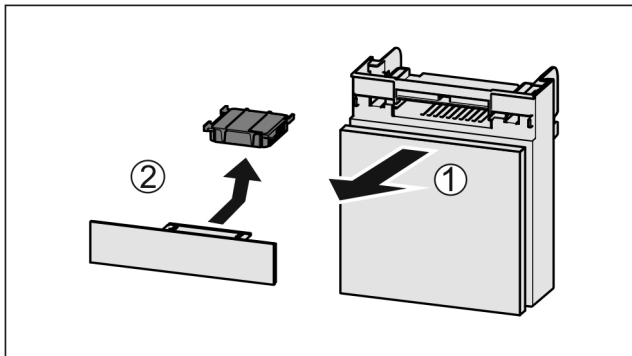

Fig. 123
- ▶ Vytiahnite zásuvku smerom dopredu Fig. 123 (1).
- ▶ Vyberte aktívny uhlíkový filter Fig. 123 (2).